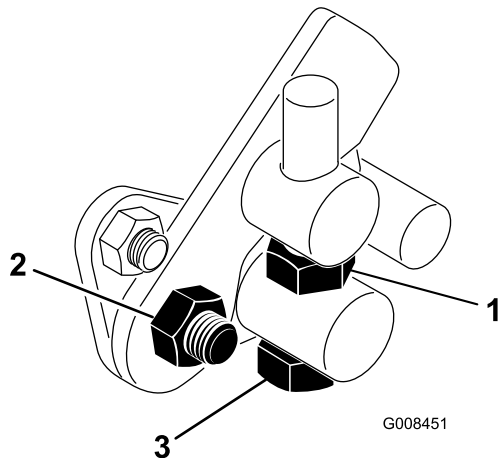

Figura 43
- Allentate il controdado sul bullone di articolazione (Figura 43).
- Serrate il controdado sul bullone di articolazione e il dado sul perno del pedale per fissare la regolazione (Figura 43). Controllate la messa a punto, e all'occorrenza ripetete la regolazione.